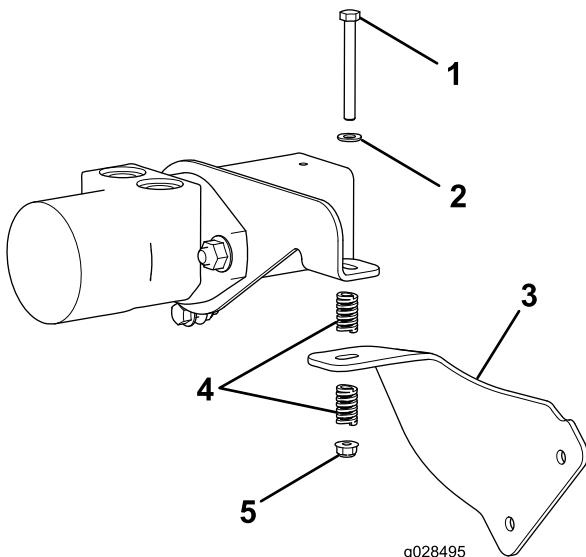

Figura 2
3. Collegate la staffa antirotazione alla staffa del motore servendovi di un bullone a testa flangiata (5/16 x 3 poll.), una rondella piana, 2 molle di compressione e un dado di bloccaggio flangiato (5/16 poll.) come illustrato nella Figura 2.